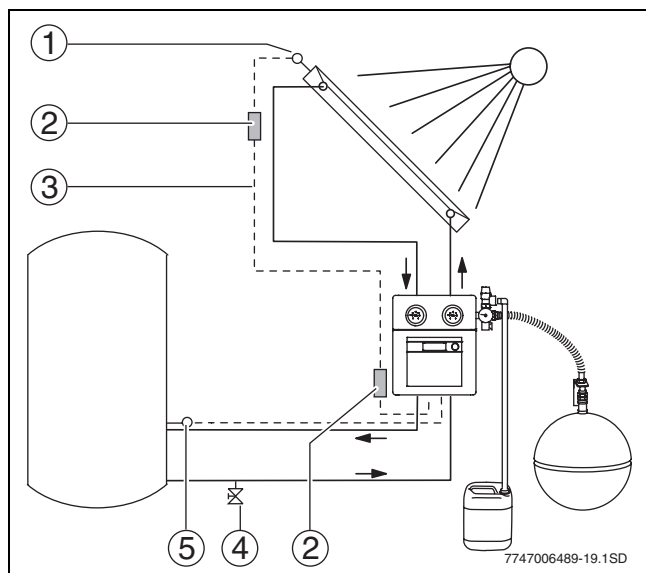

Fig. 12 Sondes de température de capteur et de préparateur du groupe de transfert avec régulateur intégré
- ▶ Monter un dispositif de vidange sur la conduite de retour au point le plus bas de l'installation solaire (té de raccordement avec robinet de remplissage et de vidange, → figure 12, (4)).